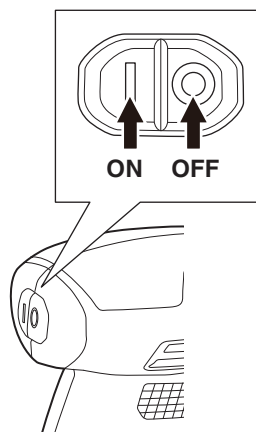

Fig. 13
3. Encendido y apagado de la lijadora (Fig. 13)